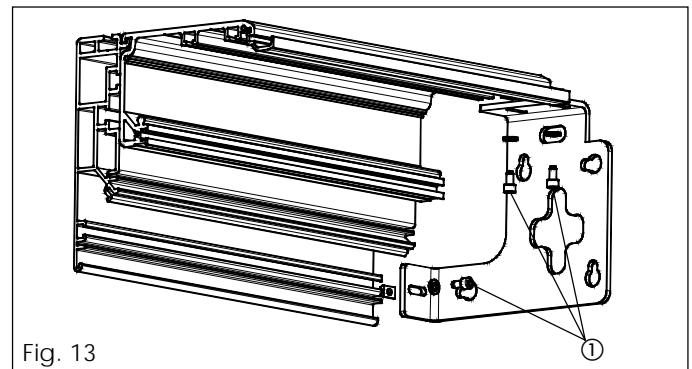

Fig. 13
- Coloque las chapetas en sus correspondientes alojamientos y fije las placas laterales con los tres tornillos de fijación M6 (fig. 13 ref. ①).